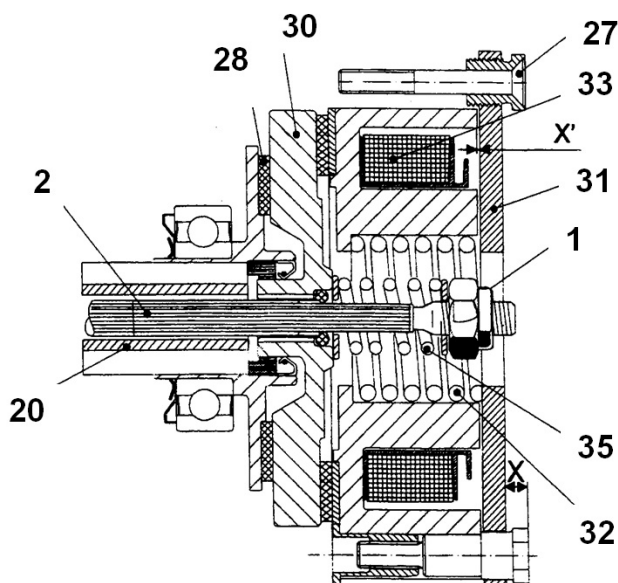

Figure 6 – Frein
- L'ensemble disque-frein (30) est en liaison glissière par rapport à l'arbre de transmission (2), grâce à des cannelures,
1. Le ressort (35) maintient en pression (30) sur (28). L'écrou (1) maintient l'ensemble sur (2),
2. Pendant la montée ou la descente, la bobine (33) est sous tension et elle est plaquée sur le disque d'ancrage (31),
4. Les disques (28) et (30) tournent librement et peuvent entraîner en rotation le planétaire (20),
5. Il y a freinage lorsque la bobine n'est plus alimentée et que le ressort (32) repousse (33) et sa garniture sur le disque de frein (30) (voir figure 6),